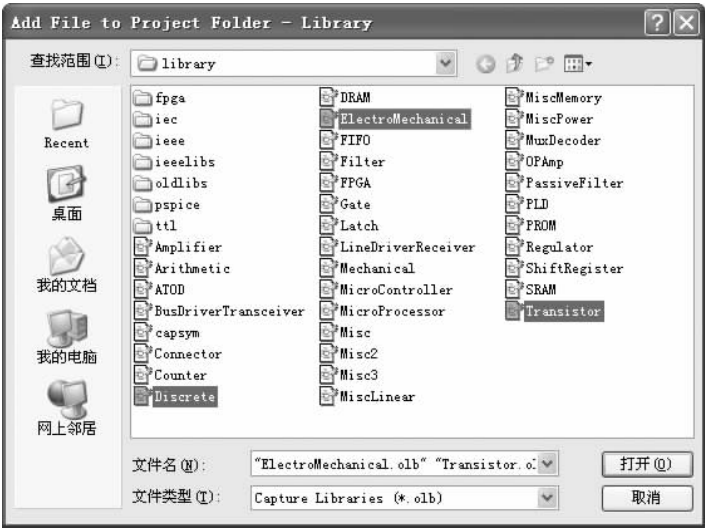

图 6-142 选择元件库路径
1) 在项目管理器窗口下，选中“Library”文件夹并右击鼠标，弹出快捷菜单，选择“Add File（添加文件）”命令，弹出如图 6-142 所示的“Add Files to Project Folder – Library”对话框，选择库文件路径“X:\Cadence\SPB_16.6\tools\capture\library”，加载所需库文件。